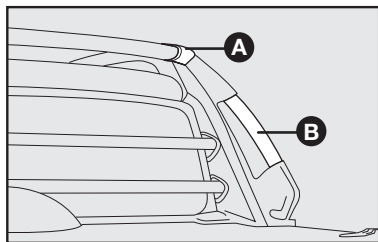

fig. 111
Para subir na caçamba com mais facilidade, com o objetivo de acomodar a carga, utilize a alça de apoio **B**—fig. 111, pisando no estribo lateral metálico (máx. 70 kg) ou nos estribos traseiros (máx. 100 kg).
**Não utilizar as alças de apoio B—fig. 111 para amarrar objetos.**